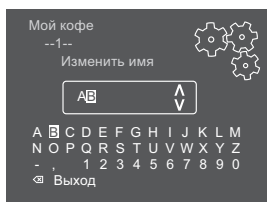

Рис. 18: Изменение названия профиля пользователя
- 5. Выберите с помощью кнопок со стрелками отдельные символы, подтверждая выбор нажатием на "Меню/ок" (см. Рис. 18).